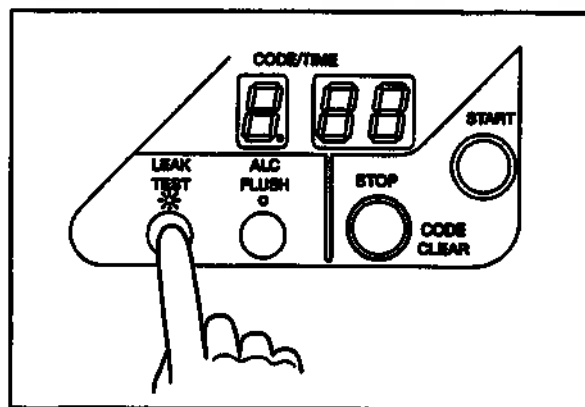

Рис. 5.6
6. Убедитесь, что водопроводный кран открыт, и нажмите на кнопку «LEAK TEST» на главной панели управления (начинается подача воды, которая накапливается в моечной ванне) (см. рис. 5.6).